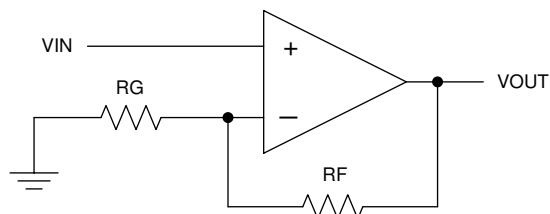

図 8-6. 回路図
- 外付け部品は、可能な限りデバイスに近く配置します。図 8-6 に示すように、寄生容量を最小限に抑えるため、RF と RG は反転入力に近く配置します。